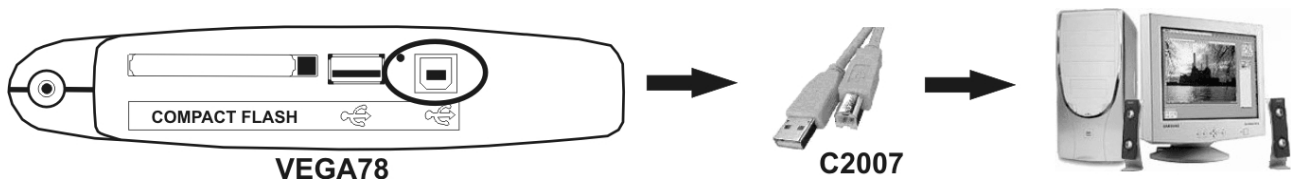

Fig. 103: Conexión del instrumento al PC
3. Conecte el instrumento al PC usando el cable C2007 (USB "A" → USB "B") incluido en dotación como muestra la Fig. 103: